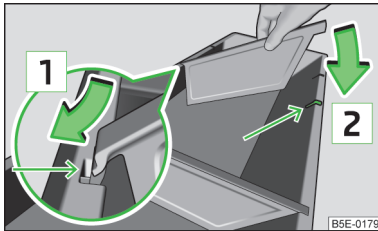

Abb. 92
- › Die Rastnase der Quertragschiene in Pfeilrichtung unter die vordere Boxkante **1** » Abb. 92 einschieben.